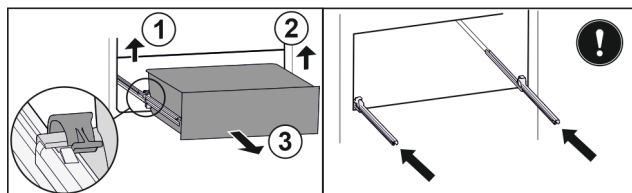

Fig. 131
- ▶ 提起左侧夹子，同时将抽屉左侧向前拉。 Fig. 131 (1)
- ▶ 提起右侧夹子，同时将抽屉右侧向前拉。 Fig. 131 (2)
- ▶ 朝前取出抽屉。 Fig. 131 (3)